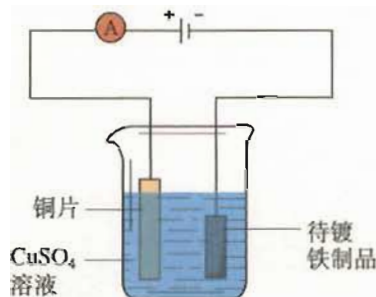

图 3-26 电镀铜实验装置
1. 在大烧杯中加入 CuSO_4 溶液^①, 用铜片作为阳极, 把待镀的铁制品(镀件)作为阴极(如图 3-26 所示), 接通直流电源几分钟后, 观察镀件表面发生的变化。